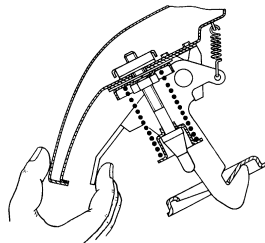

Рис. 5.13. Выведение из зацепления предохранителя капота
**33 – ручка замка капота.** Для открывания капота нужно потянуть ручку на себя, пока защелка не откроет замок и капот немного приоткроется, а затем снова передвинуть ручку вперед до отказа. Для полного открывания капота необходимо отвести рукой предохранитель, установленный на нижней передней кромке капота (рис. 5.13).